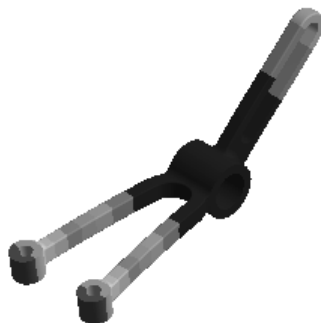

图 6.2.10 总位移变形结果图解
(2) 查看总位移变形结果图解。在“Outline”窗口中单击选中  Total Deformation，查看图 6.2.10 所示的总位移变形结果，可知最大位移为 0.23458 mm。